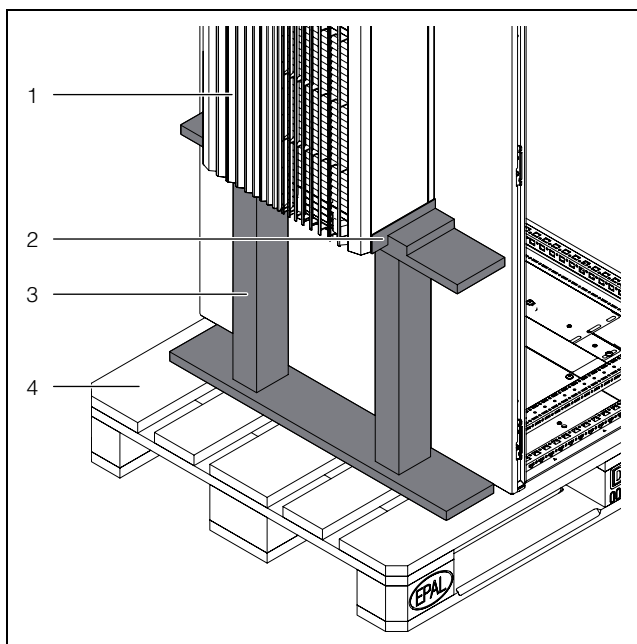
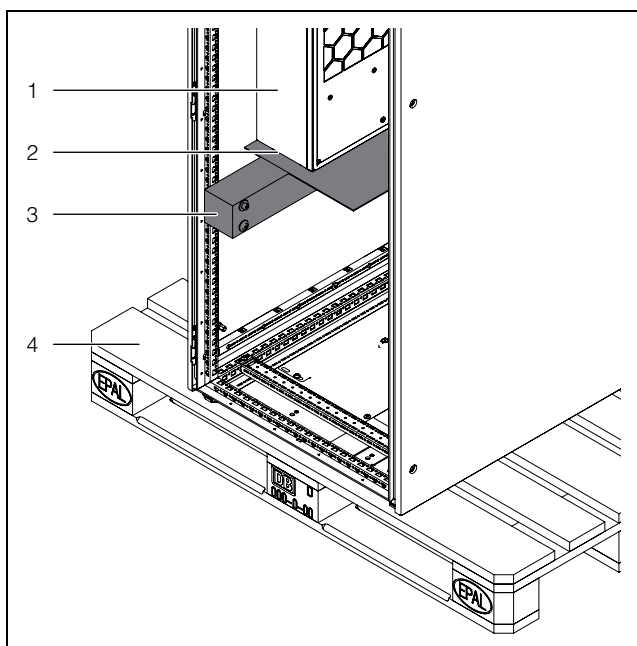

Fig. 5 : calage de transport pour climatiseur monté en saillie
Fig. 6 : calage de transport pour climatiseur monté en intégration
- Des cales de transport doivent être utilisées lors du transport de climatiseurs déjà montés sur l'armoire électrique (ex : cornière ou planche – fig. 5 et fig. 6). Ces cales soutiennent le climatiseur et empêchent son affaissement en cas de chocs. Pour éviter d'endommager la peinture, il faudrait poser un film mousse entre les pièces en bois équarri et le climatiseur.